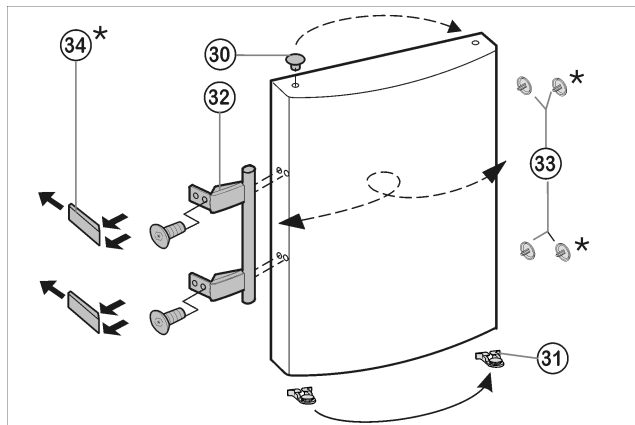

Fig. 8
- ▶ Til de stop Fig. 8 (33) uit de deurlagerbus en plaats hem om.
- ▶ Deurgreep Fig. 8 (32), stoppen Fig. 8 (33) en drukplaatjes\* Fig. 8 (34) verwijderen en aan de andere kant aanbrengen.